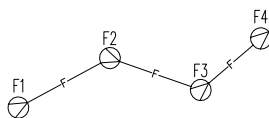

图 6-76 打开素材
**01** 按 Ctrl+O 组合键,打开配套光盘提供的“第 6 章/ 6.3.7 井底标注.dwg”素材文件,结果如图 6-76 所示。